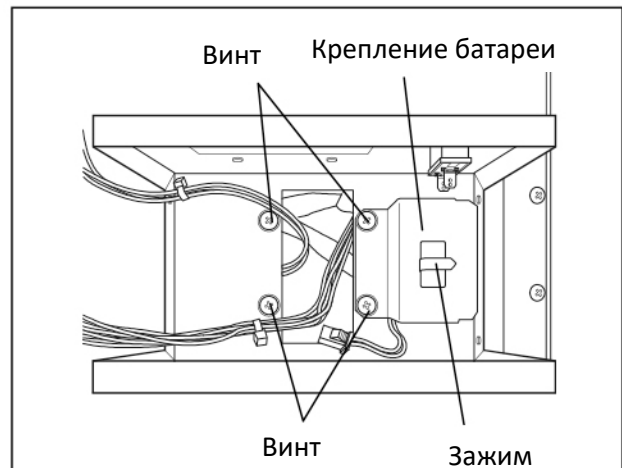

Рис. 4
6. Удалите замазку, закрывающую порта доступа, и извлеките из него изоляцию. Проведите датчик регистратора в камеру через порт датчика из места установки регистратора температуры (Рис. 4).
5. Разместите крепление батареи над батареей и закрепите батарейную коробку и крепление батареи четырьмя винтами (Рис. 4).
6. Подключите жгут к коннектору батареи и выключателю батареи (Рис. 5) и закрепите жгут с помощью зажима на креплении батареи (Рис. 4).